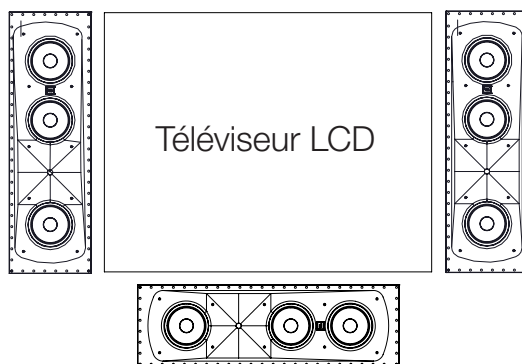

Figure 5
Si un écran de projection non perforé ou un écran LCD/plasma/OLED est utilisé dans l'installation, la SLC-2 peut être utilisée orientée horizontalement et montée directement sous ou sur et aussi près que possible de l'écran vidéo (figure 5).
**REMARQUE :** Il est extrêmement important de placer les enceintes centrales, gauches et droites à la même hauteur. Le pavillon de l'enceinte du canal central ne doit pas être plus haut ou plus bas de plus de 60 cm (2 pieds) de ceux des enceintes gauches et droites. Cela préserve l'intégrité de la localisation des « panoramiques audio » qui donnent l'impression que le son se déplace de la gauche au centre et vers la droite. Si le contenu du programme semble également se déplacer vers le haut ou le bas, cela peut détruire l'illusion des effets panoramiques doit donc être évité. Afin d'atténuer la différence de hauteur avec l'enceinte centrale, les enceintes des canaux gauches et droits doivent être légèrement abaissées. Vous pouvez également tourner les SLC-2 gauches et droites de 180 degrés (renversées) afin d'obtenir une meilleure correspondance de la hauteur acoustique de toutes les enceintes (Figure 5).